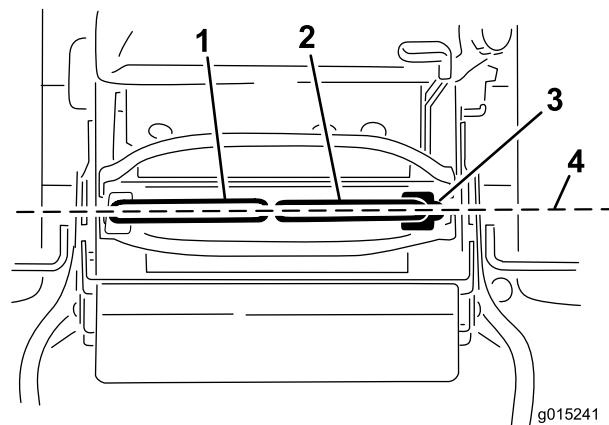

Bild 71
Wichtig: Stellen Sie sicher, dass die Spur des Rasenmähers nach dem Einstellen der Fahrtriebshebel richtig ist. Stellen Sie die Spur ein und nivellieren Sie gleichzeitig die Fahrtriebshebel in der Längsrichtung (Bild 71).
1. Prüfen Sie nach dem Einstellen der horizontalen Ausrichtung die Ausrichtung in Längsrichtung (Bild 71).